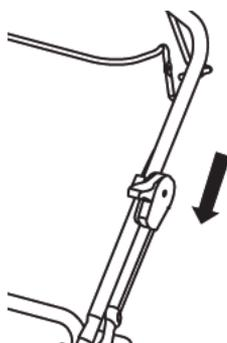

Figura 11
1. Empuje la puerta de ventilación (Figura 11).